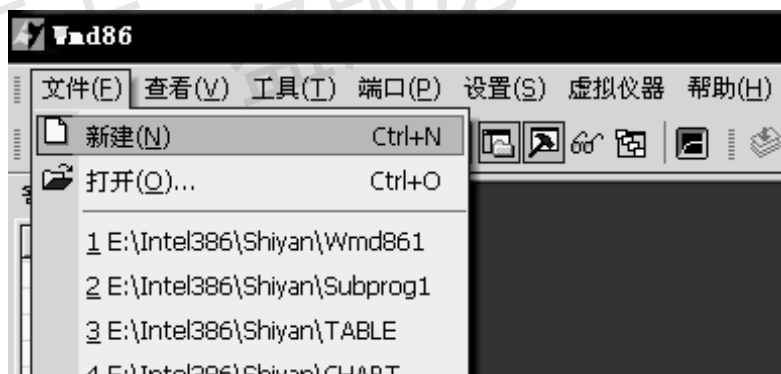

图 1-40 新建文件界面
(3) 选择好语言和寄存器后，单击“新建”命令或按 Ctrl+N 键来新建一个文档，如图 1-40 所示。系统默认的文件名为 Wmd861。